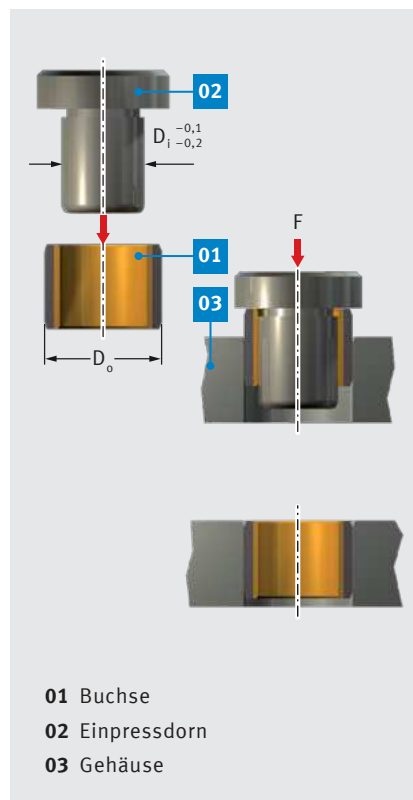

Abb. 51: Bündig einpressen $D_o \leq 55$ mm
- bündiges Einpressen mit Dorn ohne Hilfsring gemäß Abb. 51